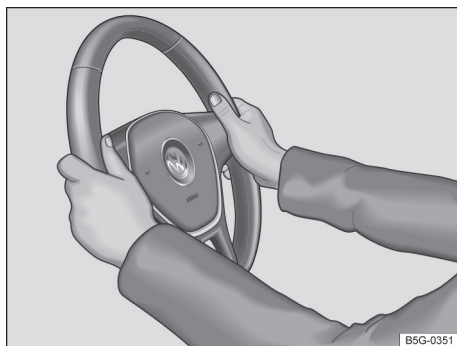

Fig. 70 No volante: posição das 9 e 3h.
- Ajustar o volante de forma que possa ser segurado lateralmente com ambas as mãos, com os braços ligeiramente arqueados, na borda externa, na *posição das 9 e 3h* → Fig. 70.
- Durante a condução, segurar sempre o volante com ambas as mãos lateralmente na borda externa na *posição das 9 e 3h* → Fig. 70 para reduzir ferimentos causados pelo acionamento do airbag frontal do condutor.